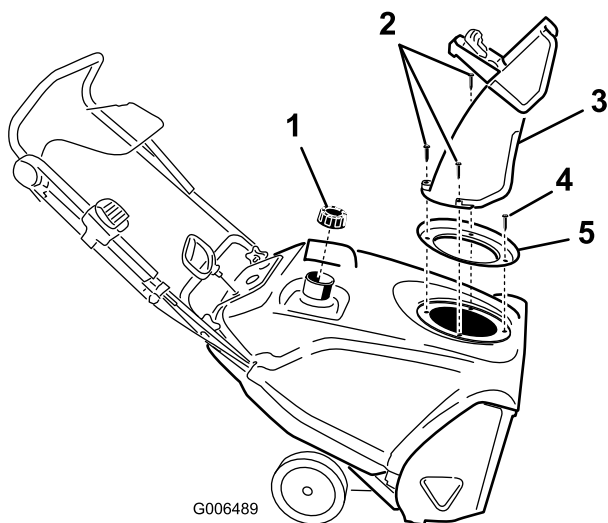

Figure 32
3. Enlevez les 3 grandes vis et 1 petite vis pour pouvoir déposer la goulotte, sa poignée et son joint (Figure 32).